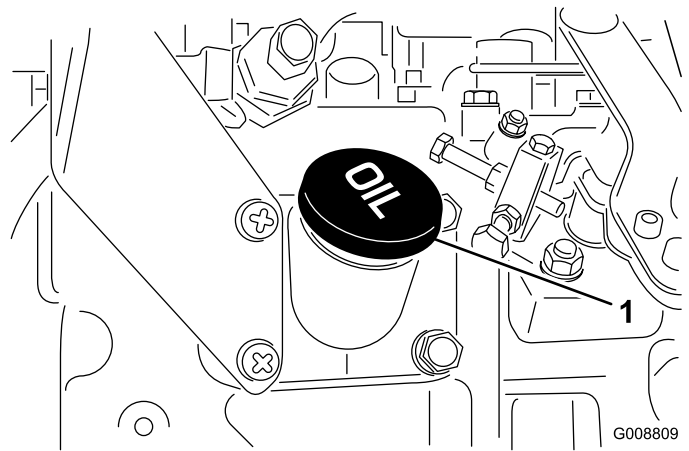

Bild 35
4. Wenn der Ölstand unter dem sicheren Bereich liegt, nehmen Sie den Fülldeckel ab (Bild 35) und gießen Sie genug Öl ein, um den Ölstand bis zur VOLL-Marke anzuheben. **Füllen Sie nicht zu viel ein.**